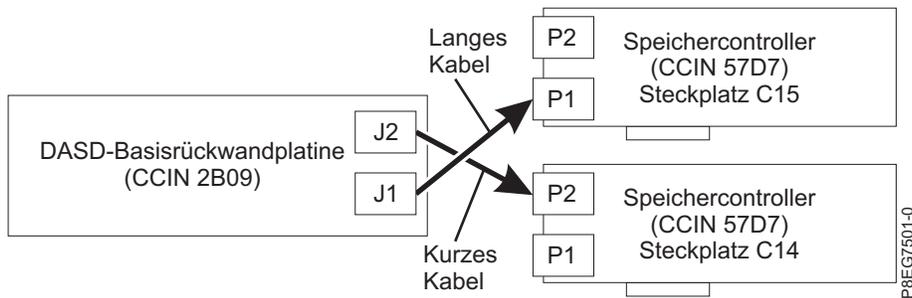

Abbildung 19. SAS-Kabel in einer Konfiguration mit unterteilter Festplatte wieder anschließen
- Wenn Sie über zwei interne PCIe3-x8-SAS-RAID-Adapter (CCIN 57D7) verfügen (unterteilte Festplatte), verbindet das kurze SAS-Kabel den Anschluss an der Rückwandplatine des oberen Plattenlaufwerks (J2) mit dem Anschluss P2 am Adapter in Steckplatz P1-C14. Das lange SAS-Kabel verbindet den Anschluss an der Rückwandplatine des unteren Plattenlaufwerks (J1) mit dem Anschluss P1 am Adapter in Steckplatz P1-C15. Siehe Abb. 19 auf Seite 22.